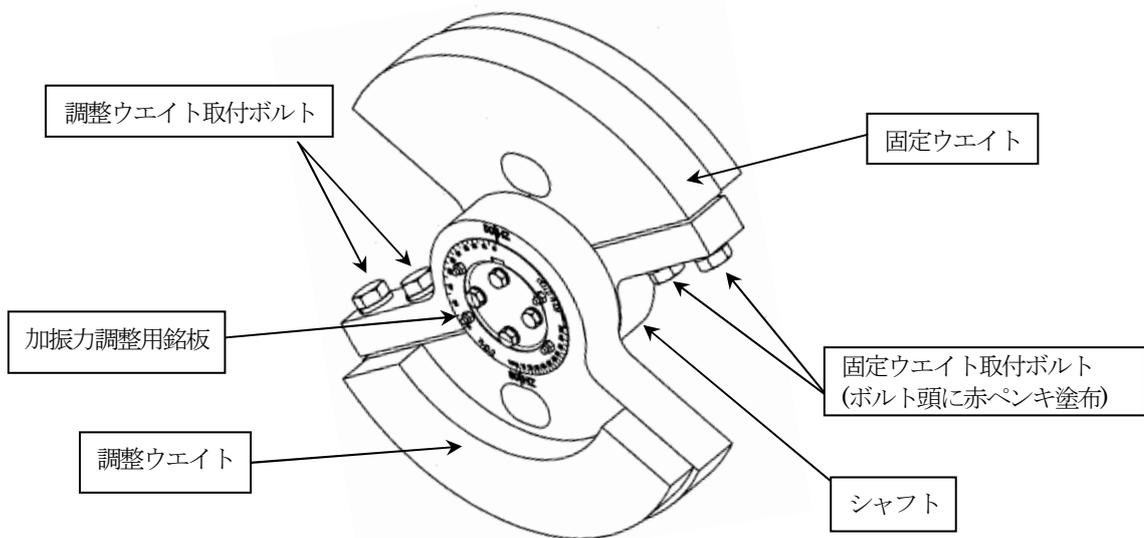

図 6.1 加振力調整機構 [モデル: RV-378B12(R 側)]
- ・加振力の大きさは、図6.1加振力調整機構にある調整ウェイトと、固定ウェイトの取付け角度の相対関係により変化しますので、加振力調整を行うときは、次の(1)～(5)の操作を行ってください。
- (1) ウェイトカバを取り外す。
- (2) 調整ウェイトを取付ている六角ボルトを緩める。(2本ある場合はシャフトに近い側から交互に緩めてください)
- (3) 調整ウェイトにけがかれたアジャストポイントと、任意の加振力目盛に合わせる。